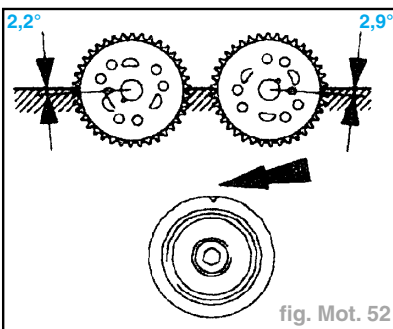

fig. Mot. 52
- Mettre le vilebrequin au PMH (fig. Mot. 52).
- poser les chapeaux de paliers d'arbres à cames. Le numéro de position doit être lisible de l'arrière (3).
- Mettre les arbres à cames et le vilebrequin au PMH (fig. Mot. 52).